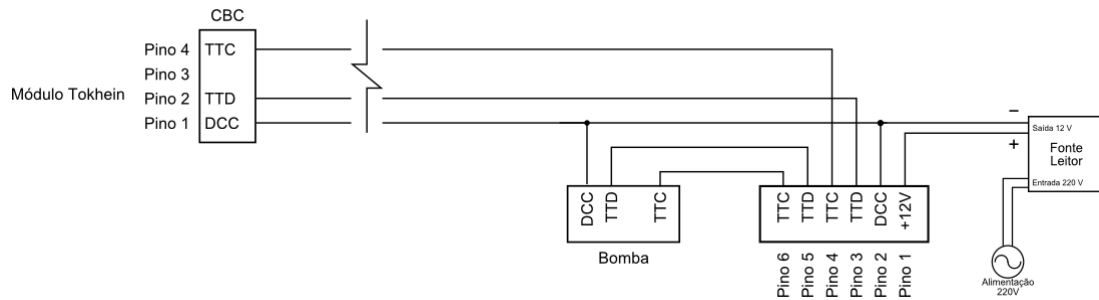

Fig. 49
5.3.2. Depois de certificar-se que está tudo funcionando corretamente entre a automação e a bomba instale o leitor conforme Fig. 49: